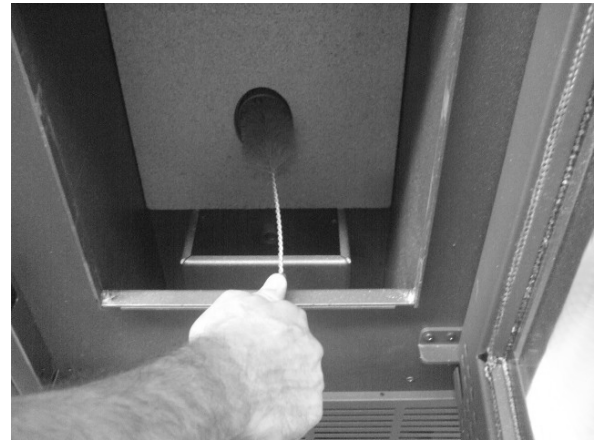

Fig. 25 - Reinigung mit Flaschenbürste
- Auch die Öffnung für das Herabfallen des Pellets mit einem Flaschenreiniger reinigen (siehe **Fig. 25**).